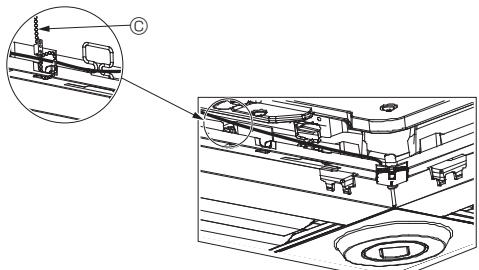

Fig. 10-12
- Fixez les fils du capteur i-See et du récepteur de signal au panneau à l'aide des fixations, comme indiqué sur le schéma, de sorte qu'il n'y ait pas de mou au niveau des fils, puis coupez le fil qui dépasse aux extrémités de la fixation. (Fig. 10-12)
- Si la position du capteur i-See a été permute de la position "○" (E) à la position "□" (F), changez le réglage des fonctions. (Voir page 30.)